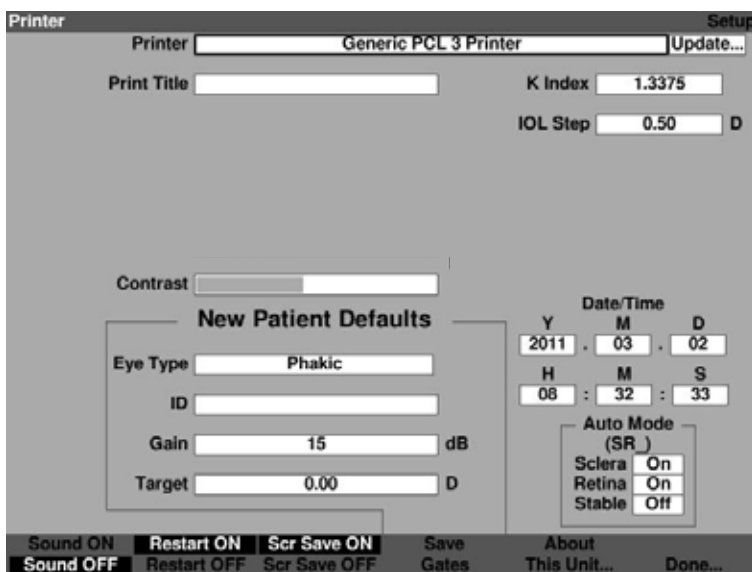

Figura 5-27 Selección de un nuevo paciente
5. Presione el control giratorio o la marca de verificación para confirmar que no se selecciona ninguna impresora, como se muestra en la Figura 5-27.